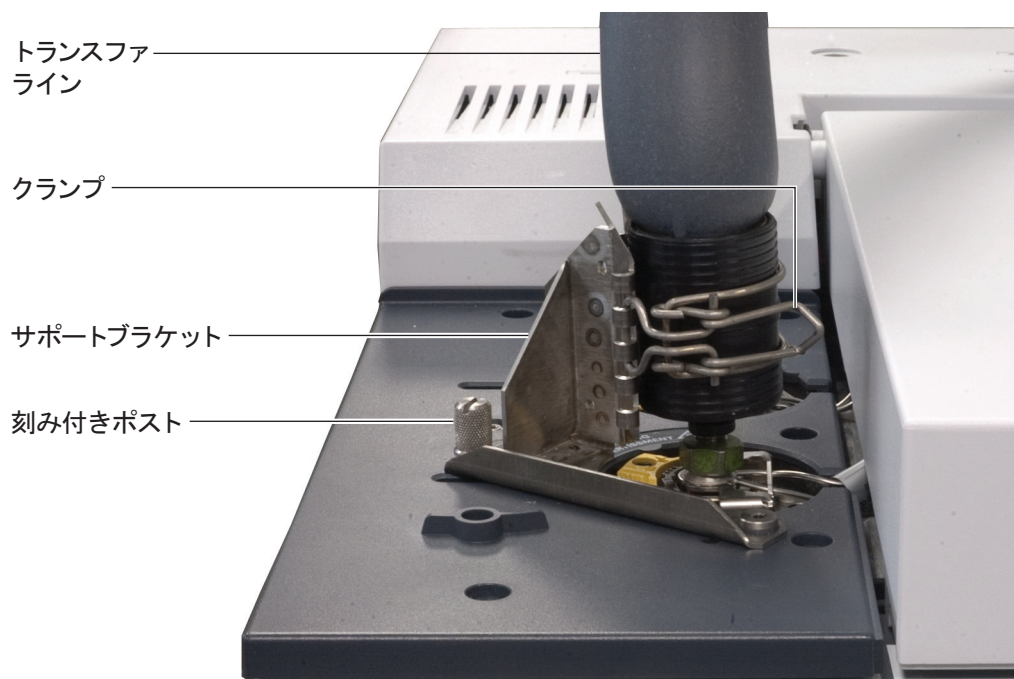

図7 7890A 注入口に取り付けたトランスファライン
- 19 クランプをブラケットに取り付けます。クランプを調整して、GC 上のできるだけ高い位置でトランスファラインを支えるようにします (図 7 を参照)。